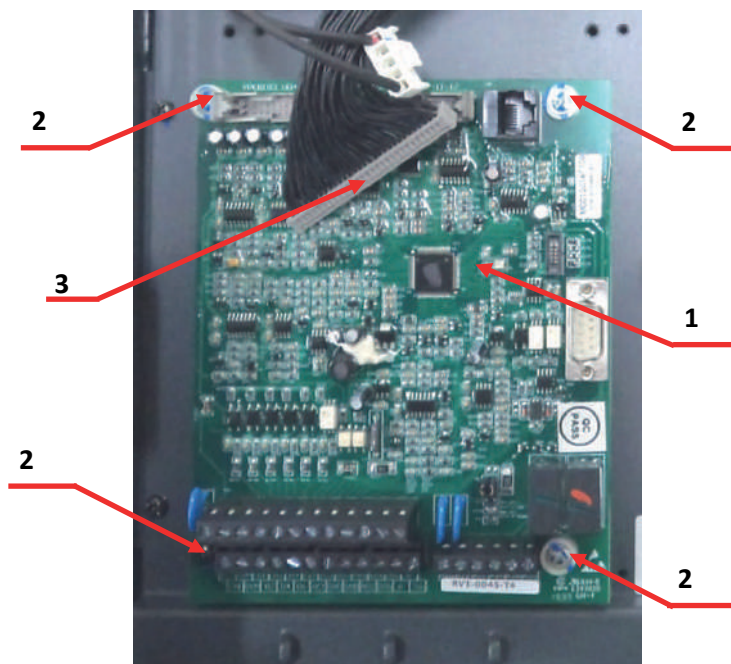

Рис.7.37
7.14.1. Установить **плату ЦП** поз.1 на штатное место на **монтажной панели 1** и закрепить её винтами поз.2 (рис.7.37).
7.14.2. Подключить разъём шлейфа платы ЦП поз.3 к разъёму платы ЦП (рис.7.37).